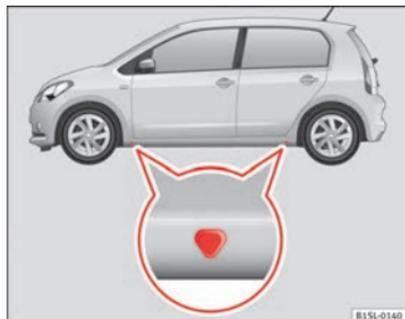

Abb. 146 Aufnahme-
Der Wagenheber darf nur an den gezeigten Aufnahmepunkten (Markierungen in der Karosserie) angesetzt werden \Rightarrow Abb. 146. Es gilt der Aufnahmepunkt, der sich bei dem jeweiligen Rad befindet \Rightarrow .
5. Den Wagenheberaufnahmepunkt ⇒ **Abb. 146** unter dem Fahrzeug suchen, der dem zu wechselnden Rad am nächsten liegt.